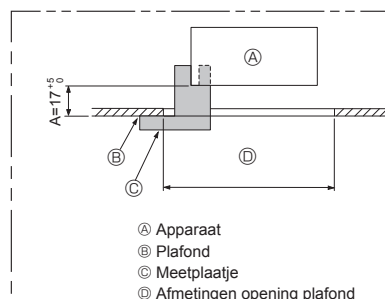

Fig. 3-7
- Zorg dat stap A binnen het bereik 17 - 22 mm blijft. Als u niet binnen dit bereik blijft, kan dit leiden tot beschadiging. (Fig. 3-7)